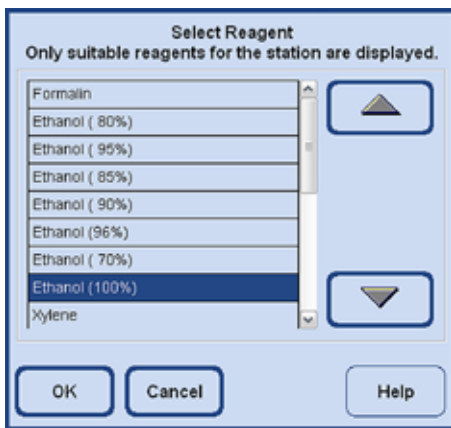

Рис. 169
- После этого нужно выбрать реактив (тот, который содержится во внешней станции) (рис. 169), которым следует наполнить выделенную ёмкость.